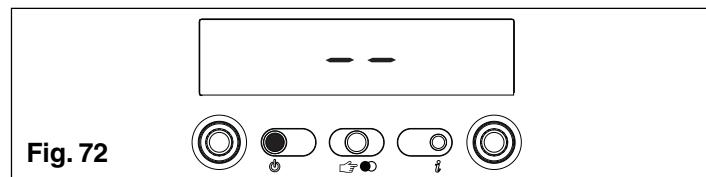

Fig. 72
Las operaciones de programación de los parámetros han de realizarse con la caldera en posición OFF. Para hacer esto pulsar la tecla hasta visualizar en el visor digital “- -” (fig. 72).
La caldera vuelve al estado “- -” (apagado). Para restablecer el funcionamiento pulsar la tecla (fig. 72).
**⚠** Las operaciones de REGULACIÓN & MANTENIMIENTO se tienen que efectuar con la caldera en posición OFF. Para hacer esto pulsar la tecla hasta visualizar en el visor digital “- -” (fig. 40 C.A.I. -MIX C.S.I.; fig. 72 R.A.I. - MIX R.S.I.).